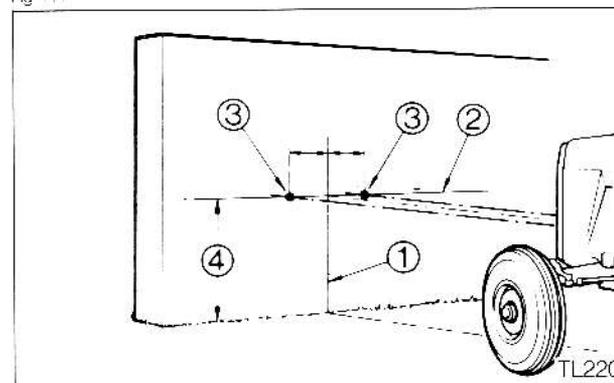

Fig 112
1. Fig. 112. Placer le tracteur face à un mur ou un écran, à une distance de 2 m (6 ft).
3. Tracer une ligne verticale (1) par ce point.
4. Tracer une ligne horizontale (2) coupant la ligne verticale (1) à la hauteur des phares (4).
5. Faire deux points (3) sur la ligne horizontale représentant la distance entre les deux phares et équidistants de la ligne verticale (1).